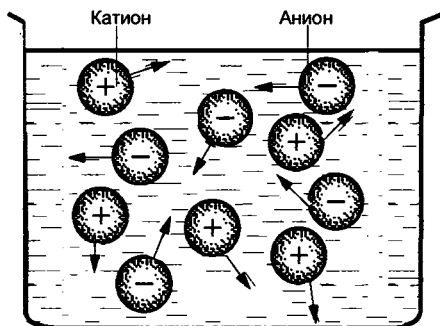

Рис. 29
3. В растворе и расплаве электролита движение ионов хаотическое (рис. 29), а при пропускании постоянного электрического тока через раствор или расплав электролита катионы  $\oplus$  движутся к катоду  $(-)$ , а анионы  $\ominus$  — к аноду  $(+)$  (рис. 30).